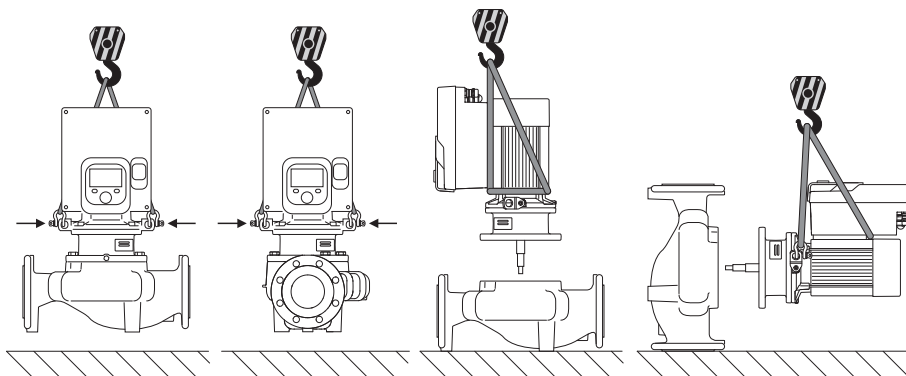

Fig. 6: Sentido de elevação da bomba simples
O transporte da bomba tem de ser efetuado com meios de suporte de carga autorizados (p. ex., bloco de polias, grua, etc.). Os meios de suporte de carga devem ser fixados aos olhais de elevação fornecidos no flange do motor. Se necessário, deslizar os laços de elevação por baixo da placa de adaptação (Fig. 6/7). Proteger a bomba para não tombar.
1. Deixar dois olhais de transporte (Fig. I, pos. 30) no flange do motor.
2. Para proteção, fixar o conjunto de encaixe (Fig. 4) nos olhais de transporte com meios de elevação adequados. Para evitar que a unidade se incline, colocar um laço de cinto à volta do motor e adaptador do módulo eletrónico, como mostra a Fig. 6. Durante a fixação, evitar danos no módulo eletrónico.
3. Desapertar e retirar os parafusos (Fig. I/II/III, pos. 29).